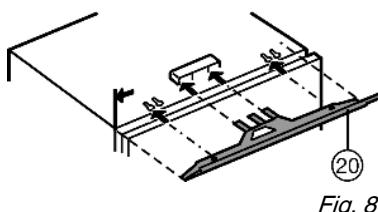

Fig. 8
► Установите выравнивающий козырек Fig. 8 (20) ← со стороны ручки на одном уровне с боковой стенкой устройства: